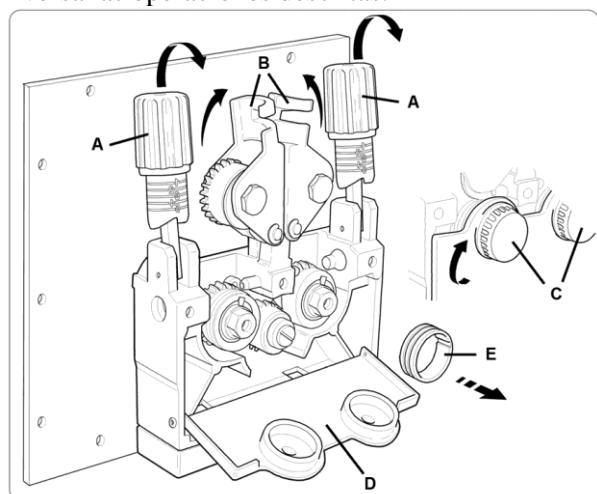

fig. 3
3.2 Sustitución rodillos (fig.3).